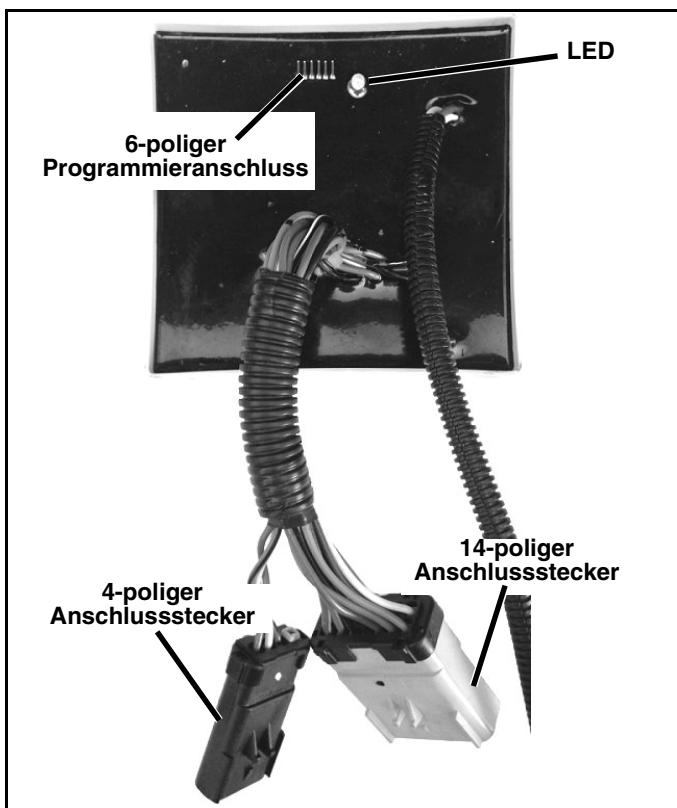
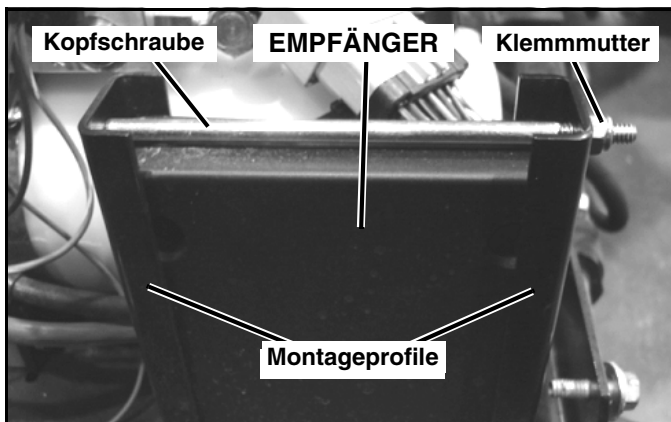

Abb. 1-1
Abb. 1-2
3. Schieben Sie das Empfängermodul in die Führungsschienen der Empfängerhalterung ein, wobei der 6-polige Programmieranschluss oben liegen muss und die freien Leitungen des Empfängers in Richtung Hydraulikbehälter zeigen müssen (Abb. 1-1 und Abb. 1-2).